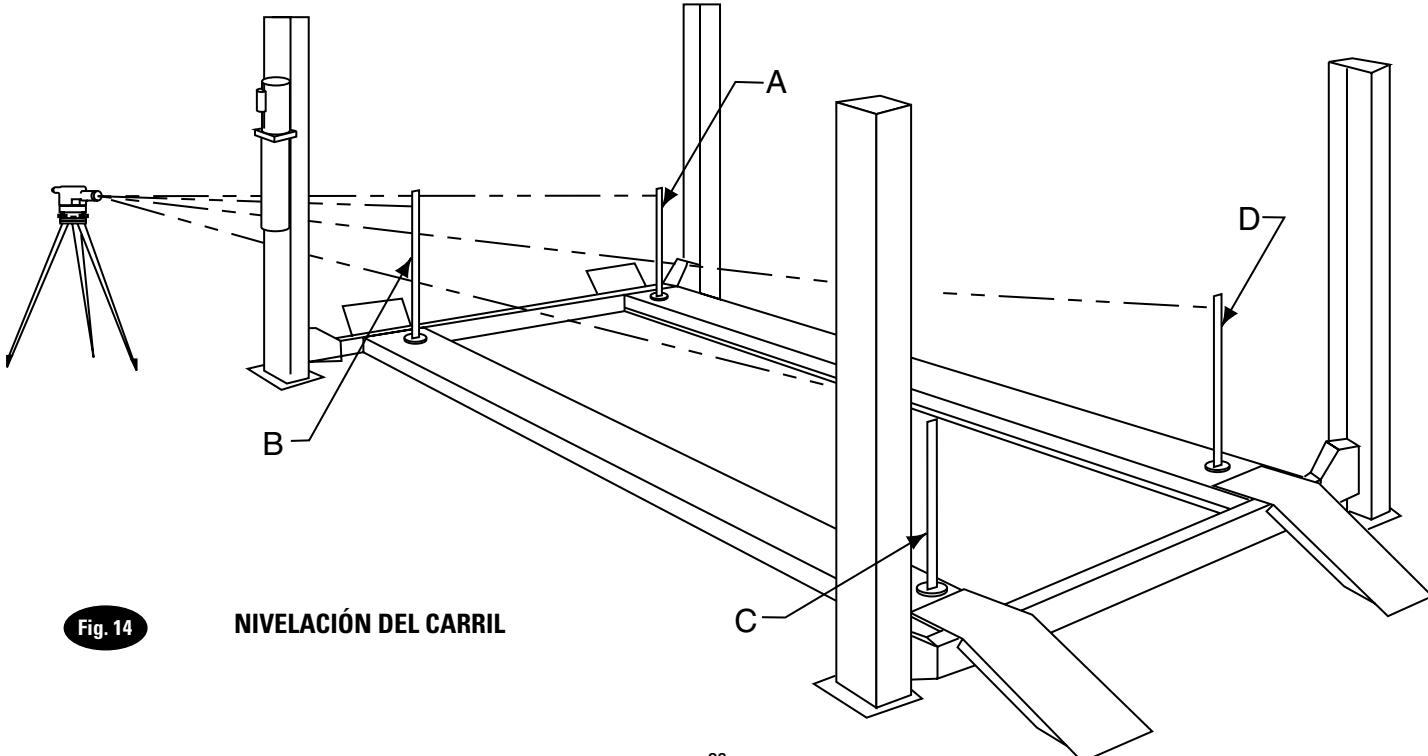

Fig. 14
- Primero coloque el Nivel objetivo en la esquina más alta del elevador. Colóquelo en la línea central del carril a menos de 6 del tubo del yugo, cualquiera que esté colocado encima del punto más alto. Nos referiremos a este como posición del objetivo "A". Comenzando con la posición "A" de destino, Fig. 14, dirija el Nivel al objetivo y marque la
- Después, mueva el objetivo y colóquelo sobre el carril en el punto "B", Fig. 14. Gire el Nivel y enfóquelo en la escala objetivo. Ajuste la columna en "B" utilizando calzos debajo de la placa base, Fig. 13, hasta las retículas de la alineación del Nivel a la marca de referencia en la escala de destino. Repita para los puntos C y D.